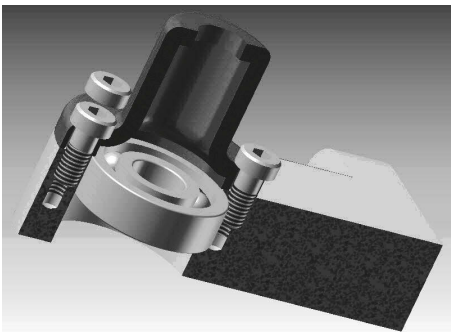

Abb. 1.2: Eine Baugruppe (*.iam-Datei, nicht in Inventor LT) im Halbschnitt
2. Für die *Baugruppen* heißen die Dateien *.iam, das steht für »*Inventor-AsseMbly*« (Abbildung 1.2).